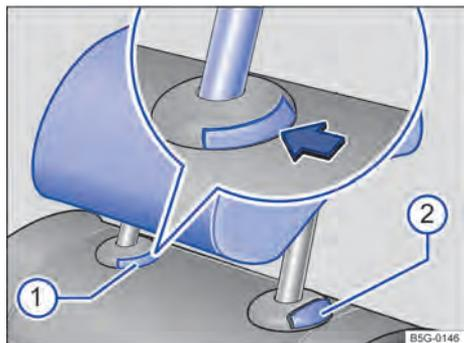

Fig. 64 Apoyacabezas trasero: desmontaje.
3. Pulse la tecla → fig. 64 ① de la guía del apoyacabezas.
4. Al mismo tiempo, presione la tecla ② mientras una segunda persona extrae el apoyacabezas completamente.
3. Baje el apoyacabezas a la vez que presiona la tecla → fig. 64 ②.